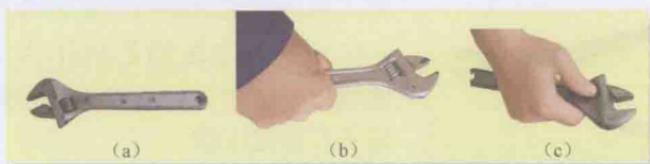

图 1-13 活扳手的结构与使用
活扳手又称活络扳手，是用来紧固和拧松螺母的一种专用工具。活扳手由头部活动扳唇、呆扳唇、扳口、蜗轮和轴销等构成，如图 1-13 (a) 所示。蜗轮可调节扳口大小。其规格长度×最大开口宽度（单位为 mm）来表示，电工常用的活扳手有 150mm×19mm（6 英寸）、200mm×24mm（8 英寸）、250mm×30mm（10 英寸）和 300mm×36mm（12 英寸）四种规格。
- (1) 板动大螺母时，常用较大的力矩，手应握在近柄尾处，如图 1-13 (b) 所示。
- (2) 板手较小螺母时，所用力矩不大，但螺母过小易打滑，故手应握在接近扳头的地方，如图 1-13 (c) 所示，这样可随时调节蜗轮，收紧活动扳唇，防止打滑。
- (3) 活扳手不可反用，以免损坏活动扳唇，也不可用钢管接长手柄施加较大的扳拧力矩。
- (4) 活扳手不得当做撬棍和锤子使用。